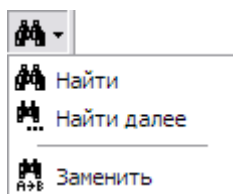

Рис. 3.81
1. На панели инструментов **Стандартная** выберите инструмент **Поиск** . При этом откроется меню (Рис. 3.81).